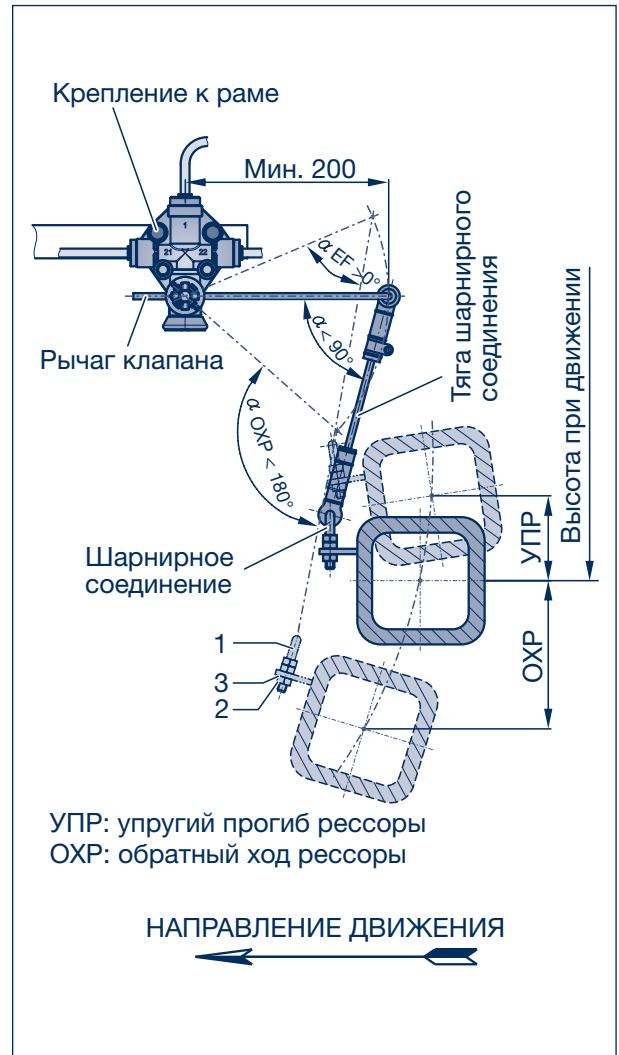

Рисунок 1
Для предотвращения опрокидывания механизма привода клапанов следует соблюдать указанные углы (рисунок 1).
- [11] После достижения этой высоты рычаг клапана необходимо перевести в горизонтальное положение (рисунок 1).